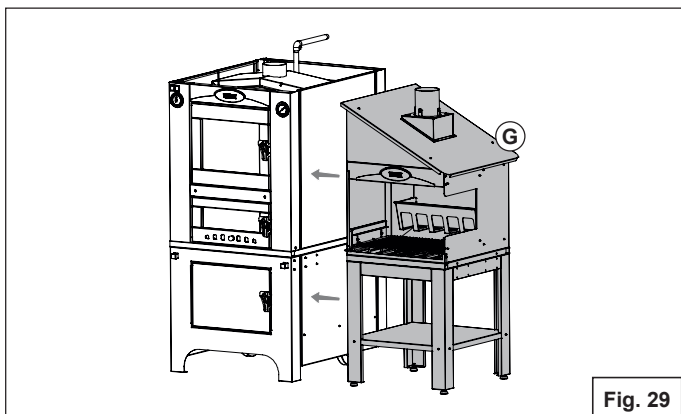

Fig. 29
Affiancare il grill (G) a uno dei due lati del forno e assicurarsi che sia messo in piano e sia posizionato su una superficie adeguata (Fig.29).